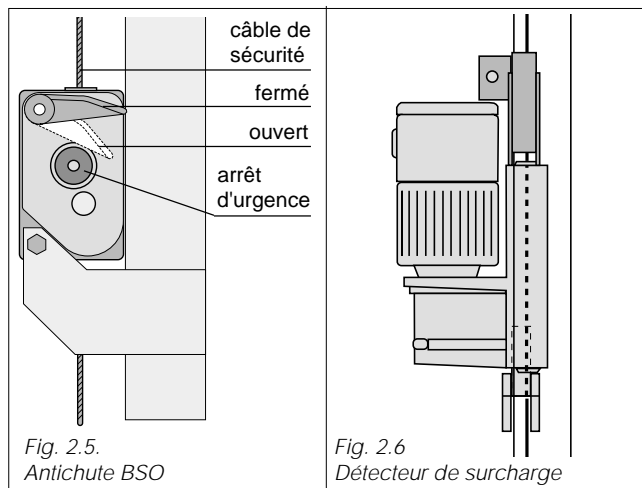

Fig. 2.6 Détecteur de surcharge
2.4. Détecteur de surcharge (Fig. 2.6)